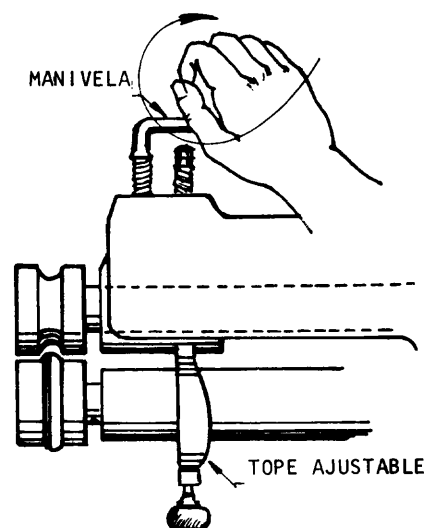

Fig. 1
- ___ b Accione la manivela para bajar el rodillo superior, hasta que se aproxime al rodillo inferior lo suficiente como para comprobar su alineamiento (fig.1).